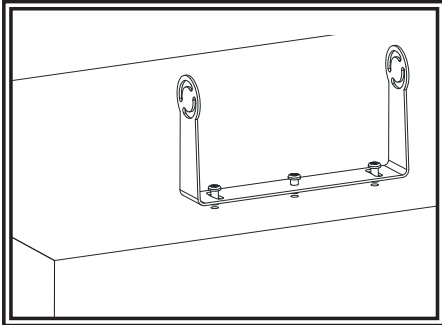

Figura 3
1. Seleccione una posición apropiada en el vehículo y fije el soporte de montaje en U con tornillos (figura 3).